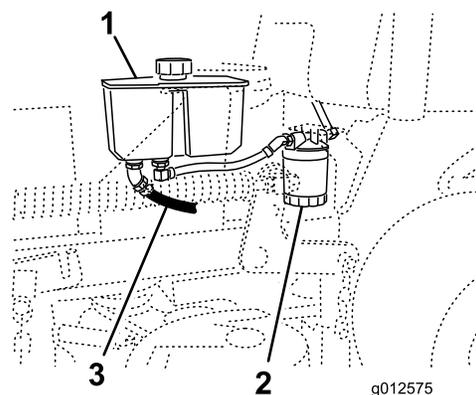

Рисунок 72
- Найдите передний гидравлический шланг под гидравлическим баком и установите сливной поддон под баком (Рисунок 72).